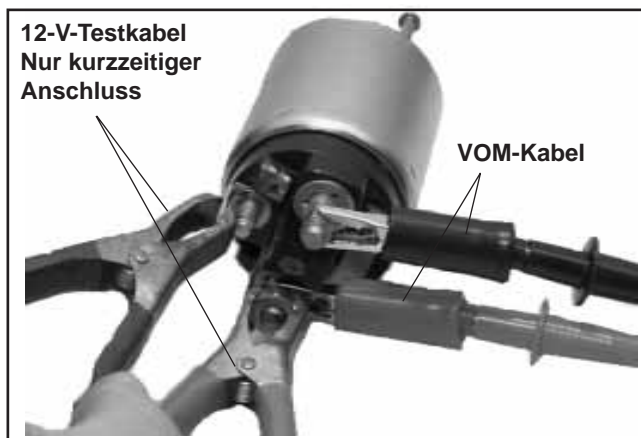

Abbildung 8-59. Einzugspule/Magnetkontaktdurchgang testen.
Verwenden Sie ein Ohmmeter, das auf Audio- oder Rx2K-Band eingestellt ist, und schließen Sie die beiden Ohmmeterkabel an die beiden großen Anschlüsse an. Führen Sie den Test (1) aus und überprüfen Sie auf Durchgang. Siehe Abbildung 8-59. Das Ohmmeter muss Durchgang anzeigen, wenn kein Durchgang angezeigt wird, muss der Magnet ausgetauscht werden. Den Test mehrfach wiederholen, um den Zustand zu bestätigen.